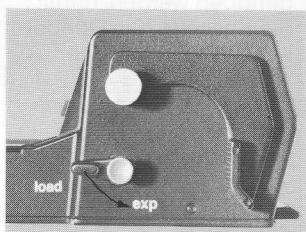

Fig. 9
4.2. Umschalthebel (23) auf «exp» (Fig. 9). Formatmesssystem ist eingeschaltet.
4.2. Changeover lever (23) to «exp» (fig. 9). Film metering system is engaged.
4.2. Mettre le levier de commande (23) sur «exp» (fig. 9). Le système de mesure du format est ainsi enclenché.